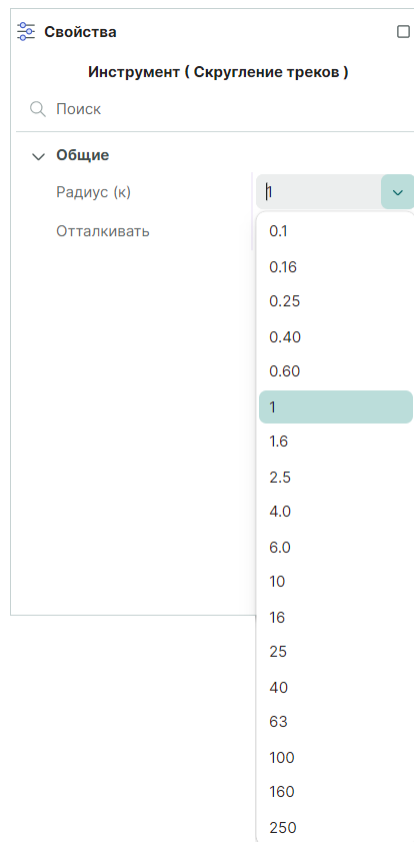

Рис. 282 Доступные значения радиуса скругления
2. В панели «Свойства» в поле «Радиус (к)» введите значение коэффициента скругления или выберите из выпадающего списка, см. Рис. 282.